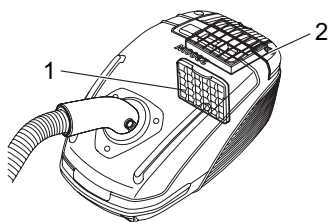

Abb. 29
- **Motorschutzfilter (Abb. 29/1)**
- **Hygiene-Ausblasfilter (Abb. 29/2)**